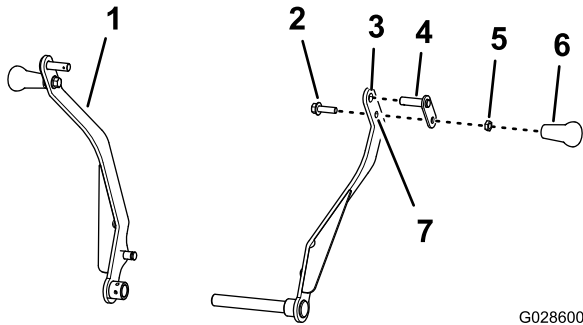

Figura 5
1. Monte o pino de articulação através do orifício superior no braço da cavidade (Figura 5).
3. Coloque o parafuso (3/8 x 1-1/4 pol.) através do orifício inferior no braço da cavidade e o retentor do pino de articulação (Figura 5) com a porca de bloqueio (3/8 pol.) e aperte bem a porca com 15 a 17 N-m.
4. Enrosque o manipulador no parafuso (3/8 x 1-1/4 pol.) e aperte bem o manipulador contra a porca à mão (Figura 5).
5. Repita os passos 1 a 4 para o outro braço da cavidade (Figura 5).